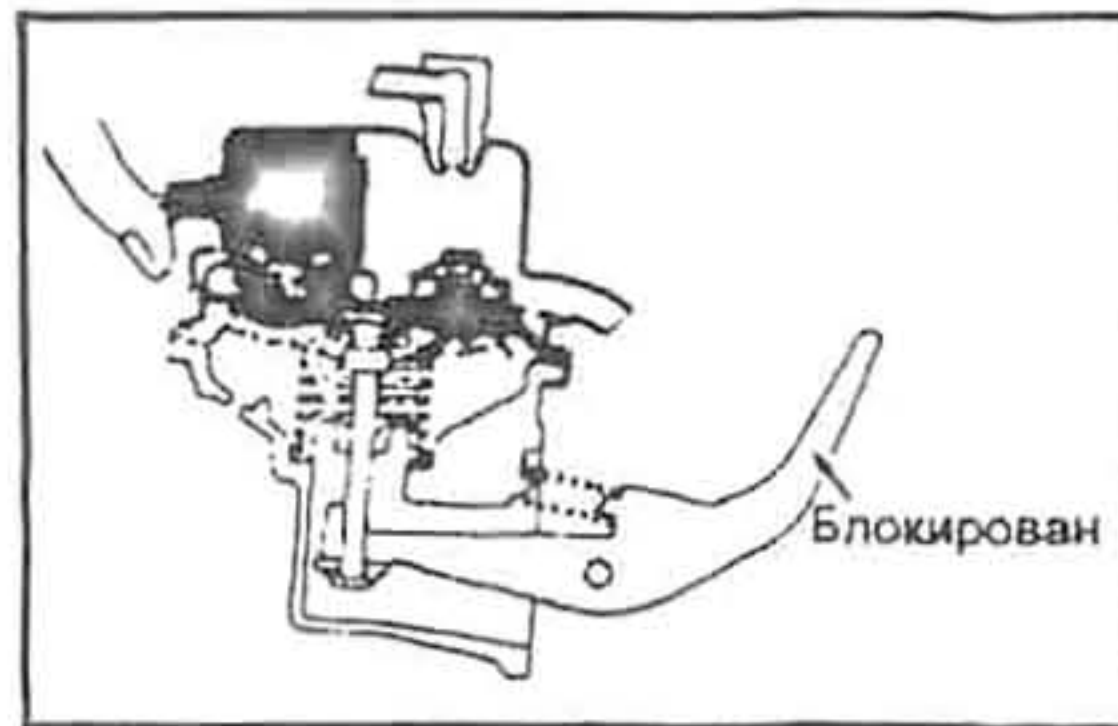

Рис. 147
- для проверки выходного клапана закройте пальцем входную трубку (рис. 147): ручка подкачки д.б. заблокирована (не прикладывайте усилие, большее, чем установлено при подготовке к проверке);